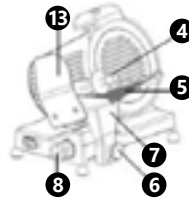

Abb. 5
- Vor der Reinigung trennen Sie das Gerät von der Steckdose (Netzstecker ziehen!) und stellen Sie sicher, dass der Schnittstärkenregler (8) auf „0“ steht.
- Schieben Sie den Schlitten (7) in Richtung Schnittstärkenregler (8) (Abb. 5).
- Entfernen Sie zur Reinigung den Schlitten (7) mit dem Schneiddeguthalter mit Pressvorrichtung (4). Lösen Sie dazu den Schlittenfeststellknopf (6), indem Sie diesen gegen den Uhrzeigersinn drehen, und nehmen Sie den Schlitten (7) ab (Abb. 5).
- Reinigen Sie den Schlitten (7) mit Handschutz (13), Schneiddegutteller (5) und Schneideguthalter mit Pressvorrichtung (4) mit warmem Wasser, einem weichen Tuch und neutralem Reinigungsmittel. Spülen Sie mit klarem Wasser nach, um Reinigungsmittelrückstände zu entfernen.